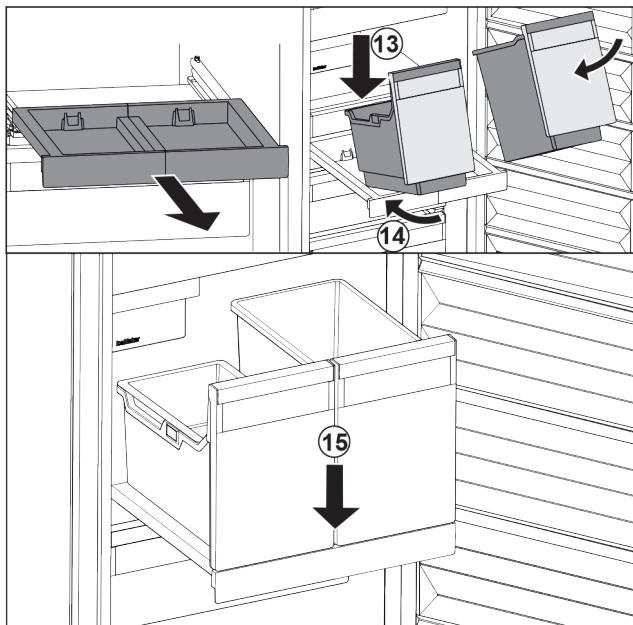

Fig. 39
- Behälter schräg auf das Auszugsbord aufsetzen. Fig. 39 (13)
- Behälter schräg nach hinten einschieben. Fig. 39 (14)
- Behälter vorne absetzen. Fig. 39 (15)